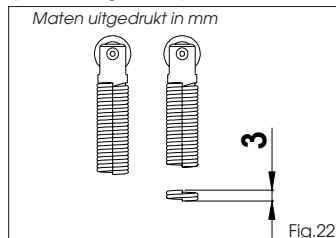

Fig.22
- Kort de veer in, twee spiralen corresponderen met ongeveer 3 mm, zoals geïllustreerd op Fig.22